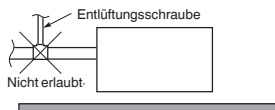

Abb. 3-44
- Keinen Entlüftungshahn anbringen, da dies zu einem Herausspritzen von Wasser aus der Abableitungsöffnung führen kann. (Abb. 3-44)